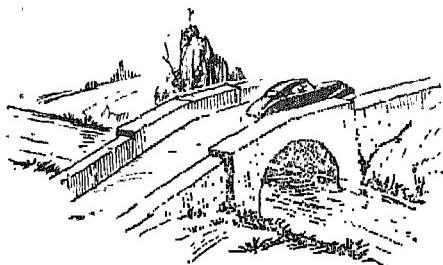

Fig. 1. — Débit d'une rivière. Il est mesuré par le nombre de mètres cubes d'eau qui passent, pendant une seconde, en un point, sous ce pont par exemple.
a) Un ingénieur qui cherche à utiliser un cours d'eau pour installer un moulin, une scierie, une usine quelconque... s'intéresse d'abord à la quantité d'eau que la rivière transporte, et, pour préciser, au *nombre de mètres cubes d'eau qui passe, pendant chaque seconde, en un point donné, sous un pont par exemple* (fig. 1).